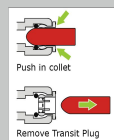

Fig. 1
- Retire todos los tapones de transporte de la parte trasera de la unidad (Fig. 1).